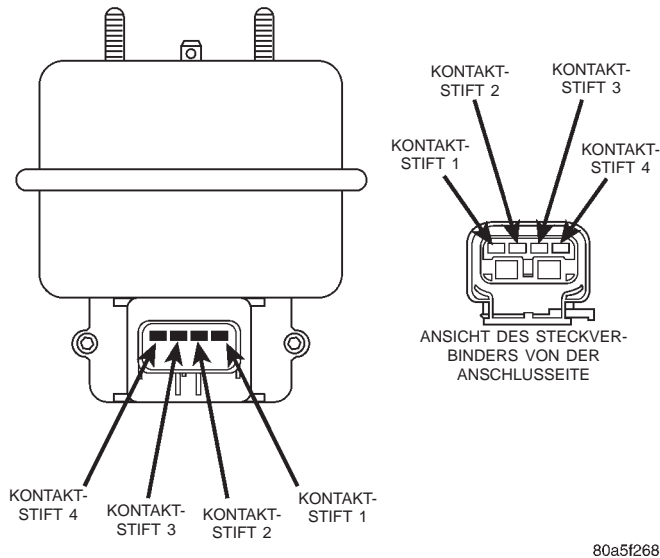

Abb. 1 4-poliger Steckverbinder des Tempomat-Servolements
(1) Motor anlassen.
(2) Den 4-poligen Steckverbinder vom Tempomat-Servolement abziehen.
(3) Tempomatsystem durch Drücken der Taste "ON" einschalten.
(4) Überprüfen, ob an Kontaktstift 3 im 4-poligen Steckverbinder Batteriespannung anliegt (Abb. 1). Es handelt sich hierbei um den Anschluß für die 12-Volt-Spannungsversorgung vom Bremslichtschalter. Bei niedergedretenem Bremspedal darf keine Spannung an Kontaktstift 3 anliegen. Liegt bei **nicht** betätigtem Bremspedal keine Spannung an, Durchgang zwischen Servolement und Bremslichtschalter prüfen. Außerdem überprüfen, ob der Bremslichtschalter korrekt eingestellt ist. Näheres hierzu siehe Kapitel 5, "Bremsen".
(5) Überbrückungskabel mit niedrigem Kabelquerschnitt zwischen Kontaktstift 3 im abgezogenen 4-poligen Steckverbinder und Kontaktstift 3 am Tempomat-Servolement anschließen. Überprüfen, ob an den Kontaktstiften 1, 2 und 4 am Tempomat-Servolement Batteriespannung anliegt. Ist dies nicht der Fall, das Tempomat-Servolement austauschen.